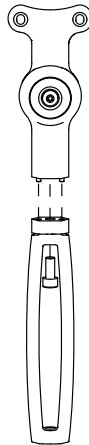

Abbildung 4.
4. Richten Sie das Ersatzbein mithilfe der Ausrichtstifte mit dem Unterteil aus. **Siehe Abbildung 4.**
5. Drehen Sie die im Lieferumfang enthaltene neue Schraube durch das Oberteil des Beins in das Unterteil hinein. Verwenden Sie dazu den 5-mm-Inbusschlüssel (siehe **Abbildung 4**). Ziehen Sie die Schraube auf 6,0 N-m an.